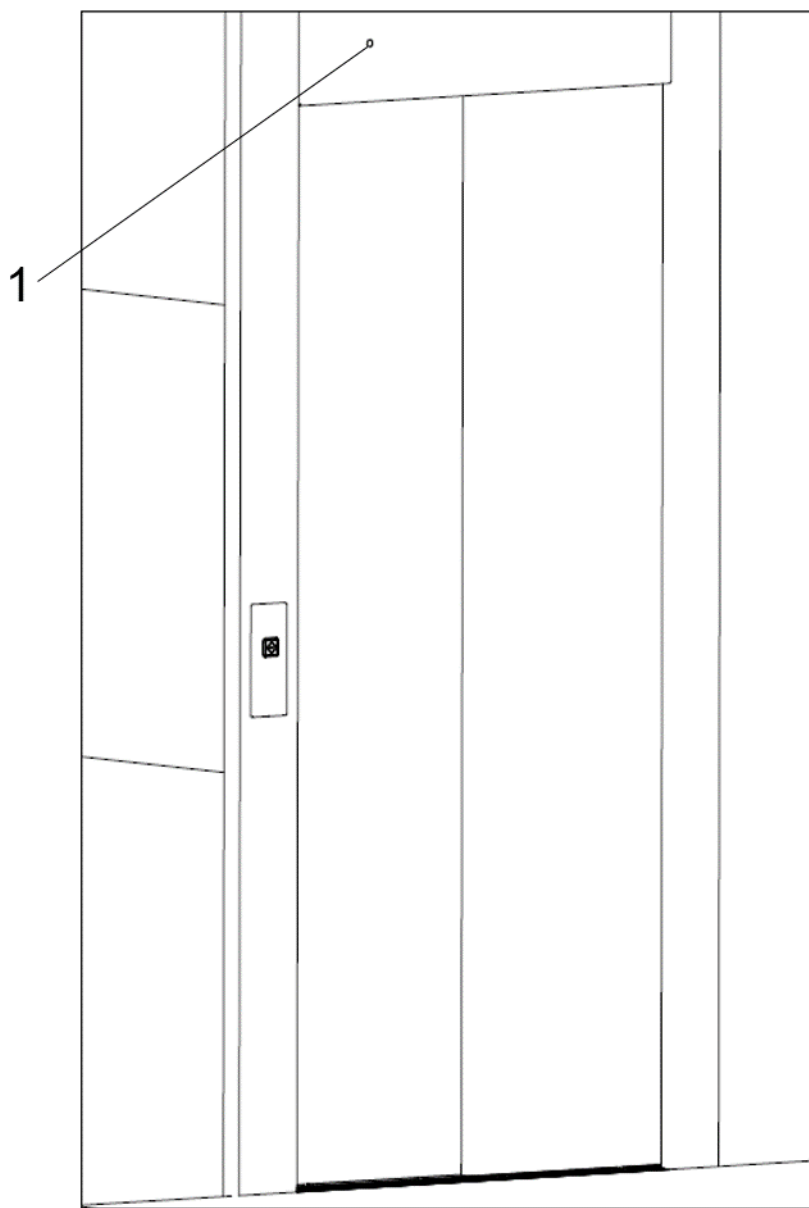

Fig. 8 Nödöppning av stannplansdörr
1. Sätt in nödöppningsnyckeln i nödöppningshålet (1) som är placerat på övre delen av stannplansdörren, se Fig. 8.